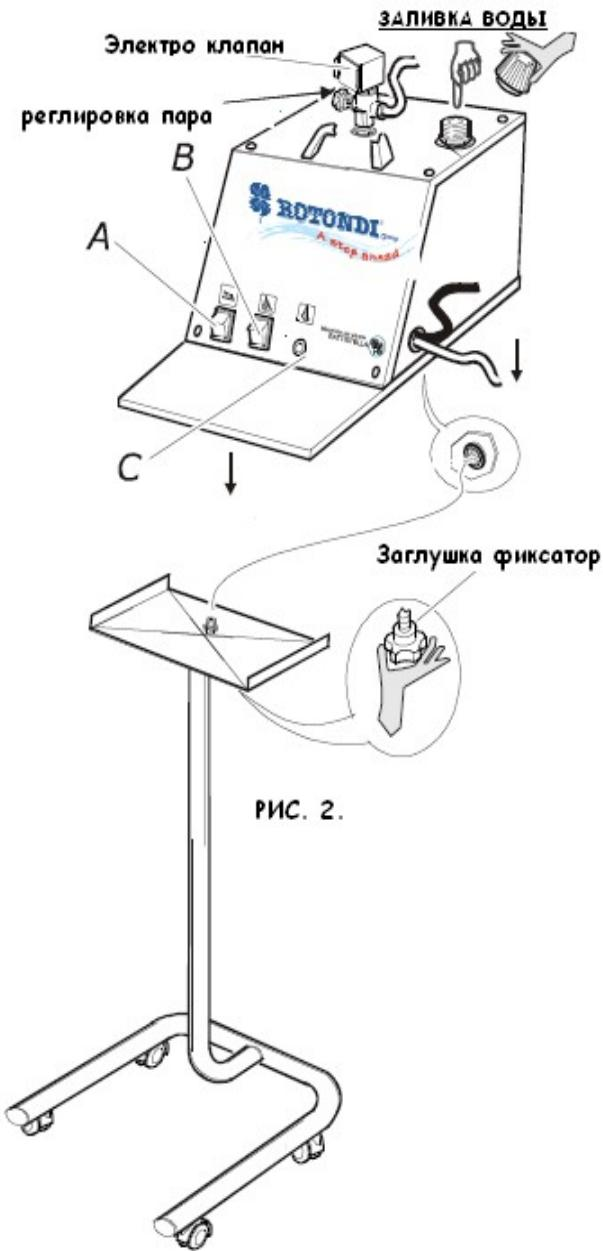
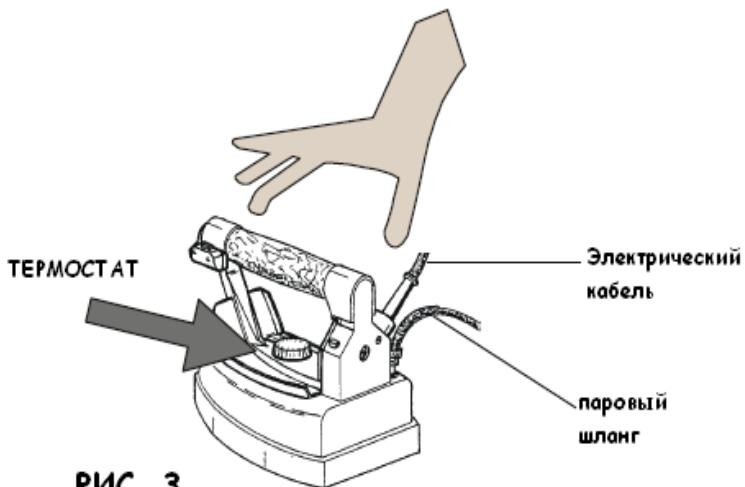
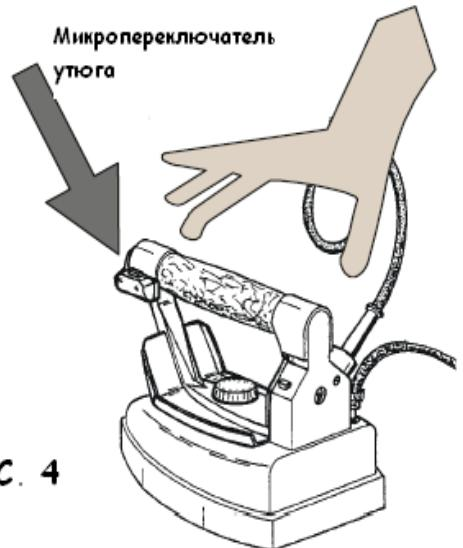

РИС. 2.
РИС. 3
РИС. 4
1. Открутите Аварийный клапан (рис.1) и заполните котёл водой (рис.2) на 2/3 объема бойлера. Далее обратно заверните аварийный клапан, но не слишком тую поскольку прокладка может повредиться.
3. Включите бойлер (рис.2 В) и утюг (рис.2А), установите термостат утюга(рис.3) в положение «Cotton» (Хлопок).
4. Подождите до тех пор пока лампа работы котла не выключится (рис.2 С)
5. Нажмите 3-4 раза на красную кнопку микропереключателя на утюге (рис.4), так что пар начал выходить: данная операция должна осуществляться для разогрева труб внутри утюга. Таким образом вы предотвращаете возникновение мелких капель конденсата внутри утюга. Регулировка пара обеспечивается поворотом по часовой или против вентиля электроклапана(рис.2).
1. переместите утюг на одежду, нажав микропереключатель для пара на утюге (рис.4). А для наилучшего результата, переключите термостат утюга в положение «Cotton».
4. Для сухой глажки (см. рис. 3) утюг можно отрегулировать в различные положения при помощи термостата. Для глажки с паром устанавливайте термостат в положение “cotton” или “linen”.
5. Если вы работаете на доске без функции «вакуумного отсоса», иногда могут образовываться круглые пятна конденсата. Что бы обойти эту проблему, положите войлок под рабочее место и отрегулируйте колесико электроклапана на минимум.(рис.2)
Для этого выключите питание парогенератора, и не много погодя выкрутите аварийный клапан(рис.1)на 360° ,затем ждите пока пар не выйдет полностью. Отвинтите клапан с осторожностью,и подождите несколько минут.Затем заполните котёл с водой на $2/3$ объема.(рис.2) Закрутите аварийный клапан и ждите пока лампочка бойлера не потухнет.(рис.2 С) Теперь устройство снова готово к работе. Внимание! Парогенератор всегда должен быть в горизонтальной плоскости.